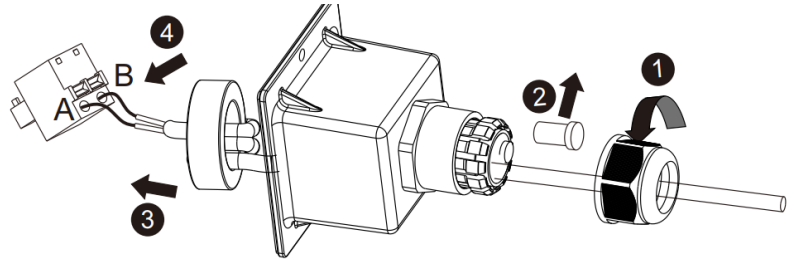

Abb. 30. Leitung durch Terminal führen
3. Die Überwurfmutter (Pos. 1) der Kabelverschraubung an dem Terminal lösen (Siehe Abb. 30).